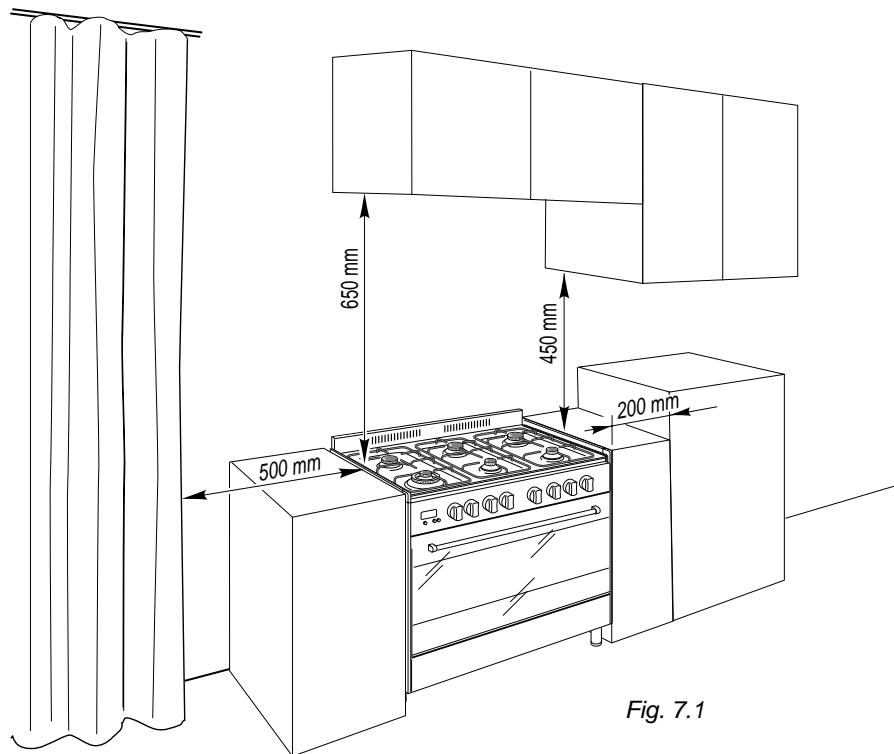

Fig. 7.1
**LA CUISINIÈRE** est de classe “2/1” en ce qui concerne la protection contre la surchauffe des surfaces environnantes et elle peut être installée à proximité de meubles qui ne dépassent pas la hauteur de la table de cuisson de la cuisinière (fig. 7.1).
La cuisinière doit être installée conformément à la figure 7.1.